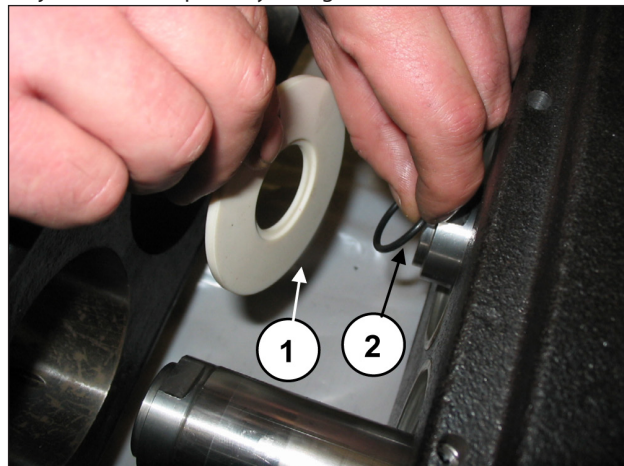

Fig. 2
Desmontar las tres protecciones contra salpicaduras junto con las juntas tóricas (pos. ① y ②, Fig. 2).